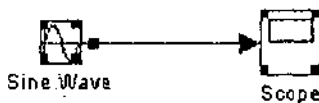

图 6-26
(3) 释放鼠标按钮,那么在方框里面的所有模块和连线就都被选中,如图 6-26 所示。